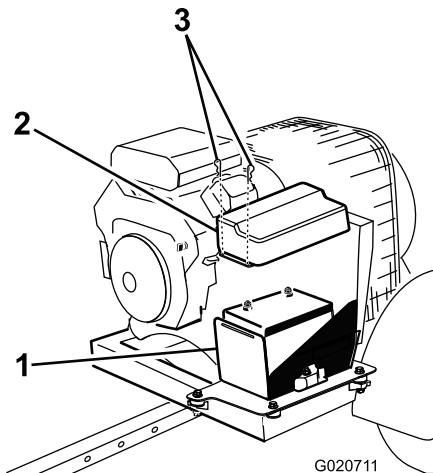

図4
1. バッテリーボックスにバッテリーカバーを固定しているクリップを外し、ボックスからカバーを取り外す(図4)。